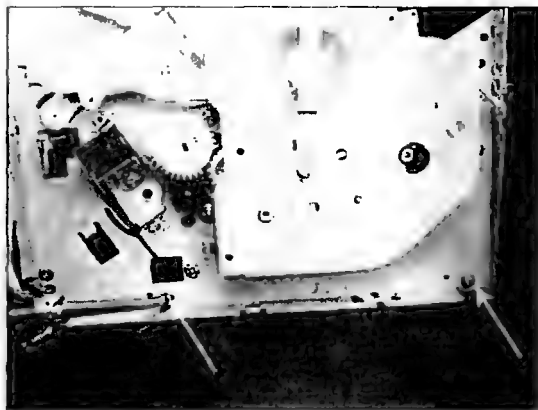

Рис. 6.15
- Откручивают четыре винта в нижних частях левой и правой боковин шасси принтера (рис. 6.15).